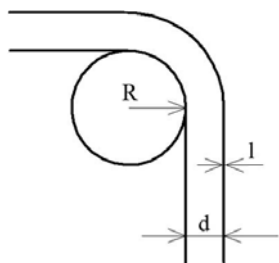

Рис.2.9
- Для диаметров более 20 мм – не менее 3,5D.(рис.2.9)